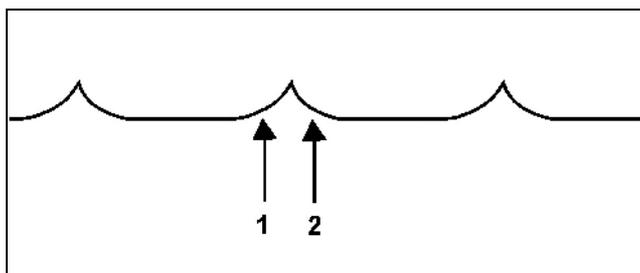
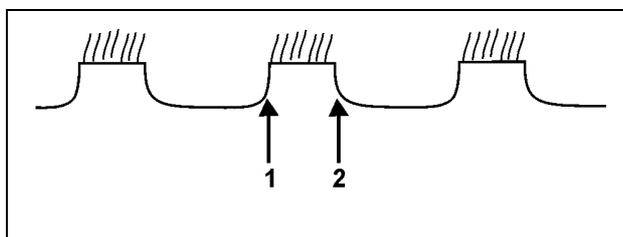
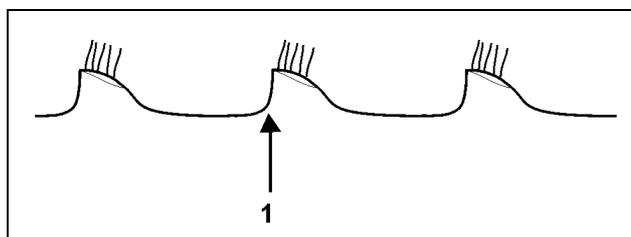

Fig. 1
Fig. 2
Fig. 3
- Fig. 1: optimales Schnittbild!
- Fig. 1: Correct setting of disc rows!
- 1. Scheibenreihe nach rechts verstellen und erneut kontrollieren (Fig. 2):
- Die Schnittkante der 2. Scheibenreihe ist nicht sichtbar und folgt der 1. Scheibenreihe (Fig. 3):
- Adjust the 1st disc row to the right hand side and check again (Fig. 2):
- The cutting edge of the 2nd disc row is not visible and follows the 1st disc row (Fig. 3):
Schnittkante 1. Scheibenreihe (Fig. 1/1, Fig. 2/1, Fig. 3/1).
Schnittkante 2. Scheibenreihe: (Fig. 1/2, Fig. 2/2, Fig. 3/2).
Cutting edge of the 1st disc row: (Fig. 1/1, Fig. 2/1, Fig. 3/1).
Cutting edge of the 2st disc row: (Fig. 1/2, Fig. 2/2, Fig. 3/2).